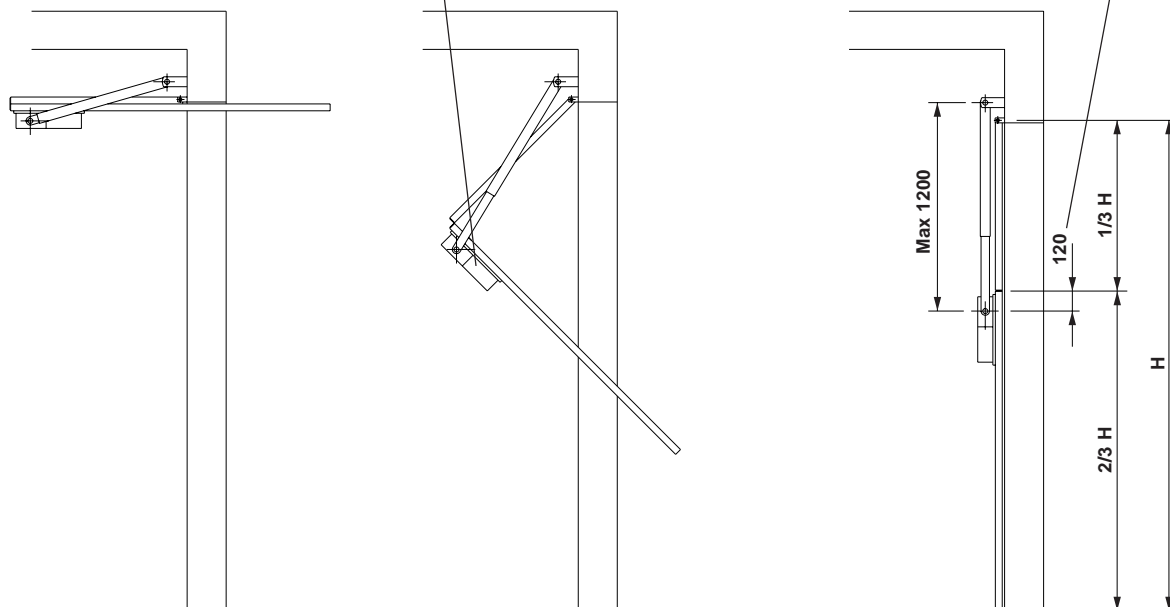

Fig.10
6.2 Porte basculanti snodate (fig. 10). Per l'installazione seguire il punto 5 integrato con le indicazioni di fig.10.
6.2 Articulated overhead doors (fig. 10.)
For the installation please follow point 5 and indications given in fig. 10.
**6.2 Portes basculantes articulées (fig. 10)**
**Pour l'installation, suivre la description du paragraphe 5 en y ajoutant les indications de la figure 10.**